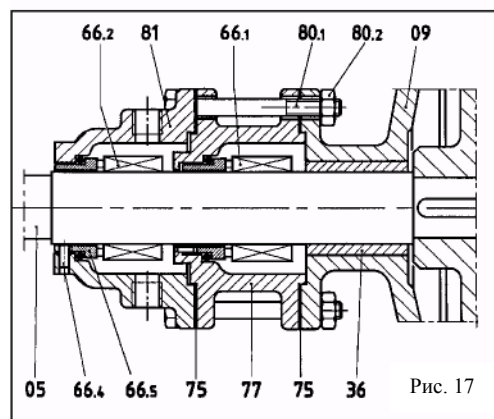
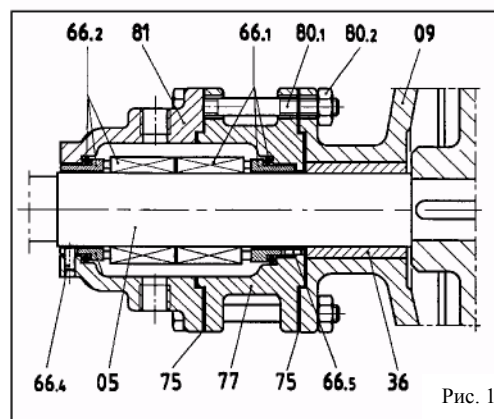

Рис. 17
Рис. 18
11.10 Демонтаж двойного механического уплотнения ST7 (см. рис. 17)
- Отвинтите болты (80.1) и осторожно снимите корпус уплотнения (81), стараясь не повредить прокладку (75). Если прокладка повреждена, ее необходимо заменить.
- Повторите такое же действие со вторым корпусом уплотнения (77) и механическим уплотнением (66.1).
11.11 Демонтаж двойного механического уплотнения ST8 (см. рис. 18)